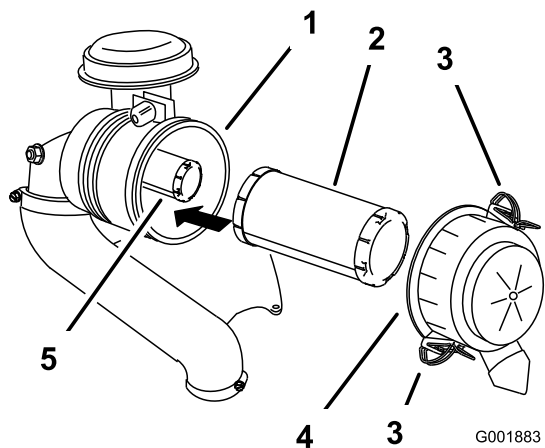

Рисунок 29
3. Освободите защелки воздухоочистителя и отделите крышку от корпуса воздухоочистителя (Рисунок 29).
- Осторожно извлеките фильтр грубой очистки из корпуса воздухоочистителя (Рисунок 29).
- При замене контрольного фильтра осторожно вставьте его в корпус фильтра (Рисунок 29).
- Осторожно вставьте фильтр грубой очистки поверх контрольного фильтра (Рисунок 29).
- Установите крышку воздухоочистителя таким образом, чтобы сторона с обозначением **Up** (Верх), была обращена вверх, и закройте защелки (Рисунок 29).